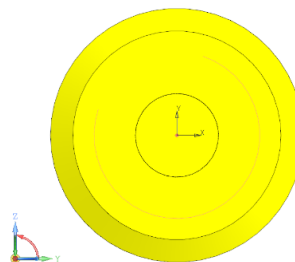

Рис. 12 Эскиз для создания резьбового отверстия М10
- **Инструменты эскиза – Геометрия – Точка.** Параметры команды Точка: геометрические ограничения – Объединить точку с началом координат (рис. 12).